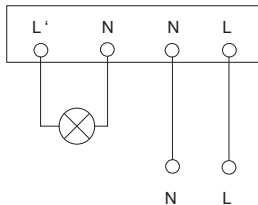

Рисунок 17 – Схема подключения датчика ДД 026
- присоединить сетевой провод и провода от нагрузки к винтовым контактам клеммной колодки в соответствии со схемой, приведённой на рисунке 16 (ДД 025 и ДД 027), рисунок 17 (ДД 026);